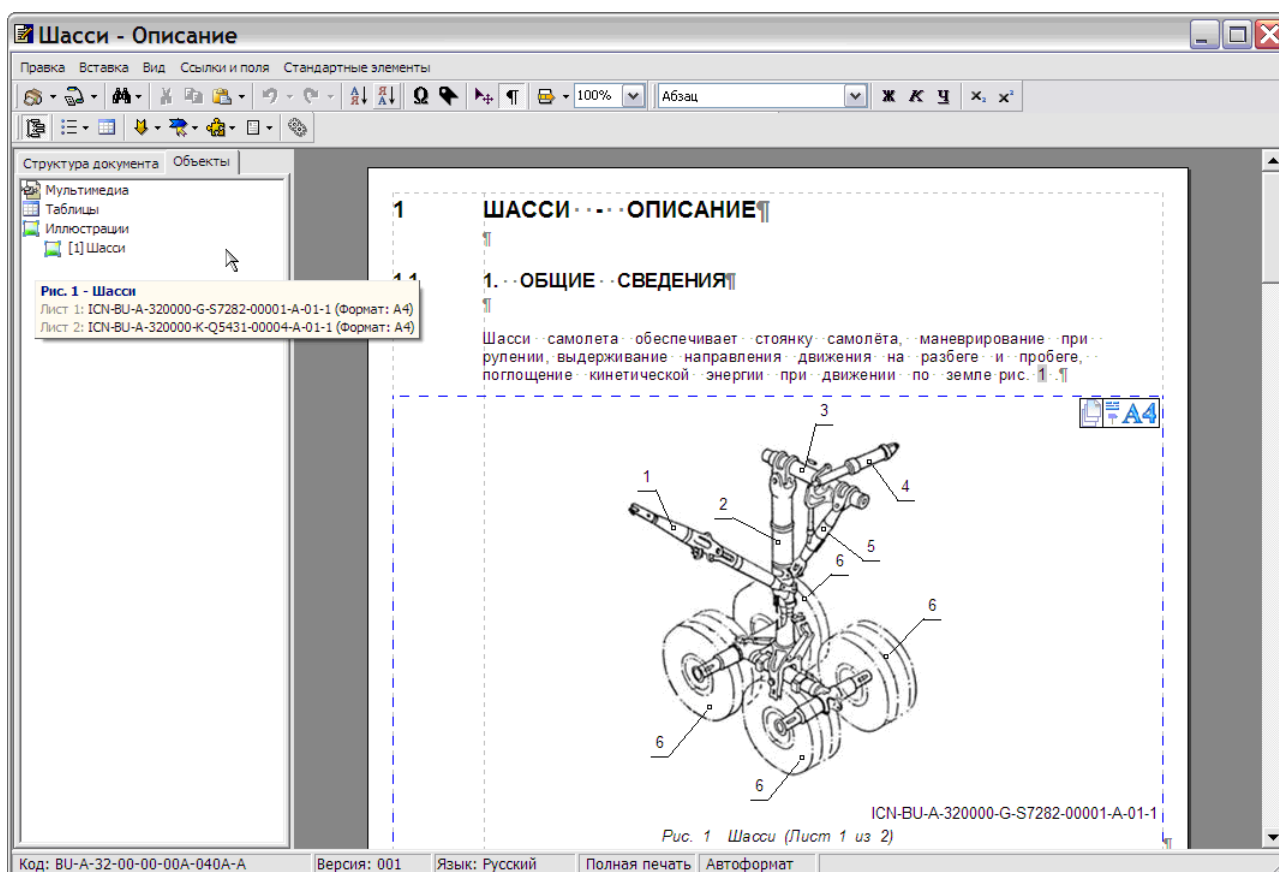

Рис. 5.190
2. На вкладке **Объекты** в списке объектов **Иллюстрации** найдите название созданной иллюстрации «Шасси» (Рис. 5.190). При наведении курсора мыши на название иллюстрации появляется всплывающая подсказка по всем листам иллюстрации (Рис. 5.190). Подсказка видна, пока курсор находится на названии иллюстрации. Аналогичная подсказка появляется во всех редакторах, работающих с иллюстрациями.